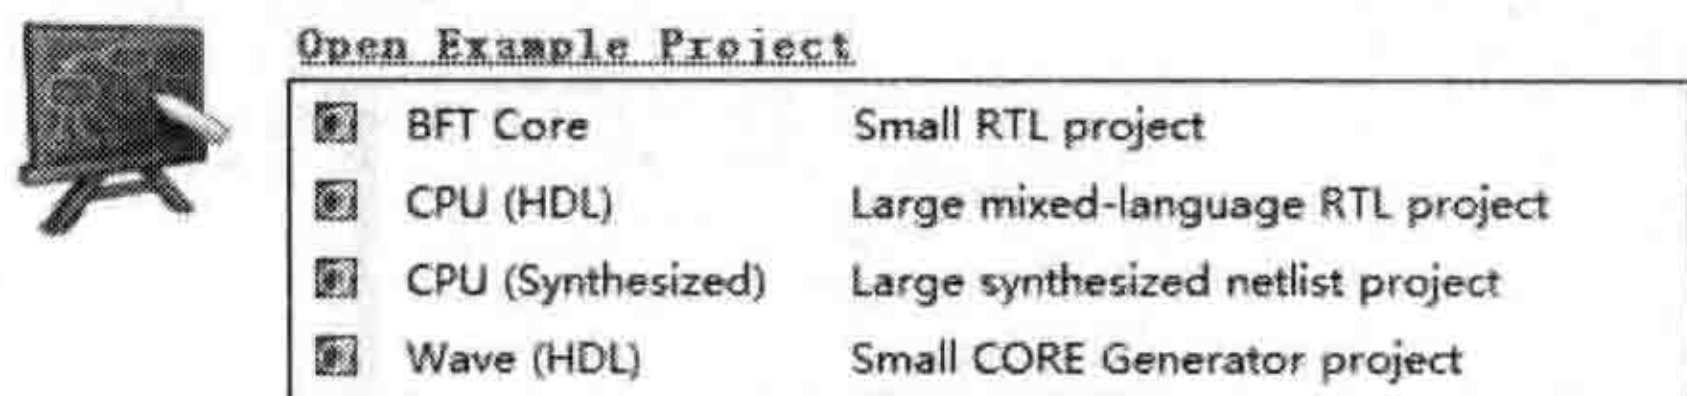

图 1.1.7 打开示例工程
(4) 打开示例工程 (Open Example Project)：PlanAhead 工具软件提供了 4 个示例工程，单击该链接时页面显示如图 1.1.7 所示。